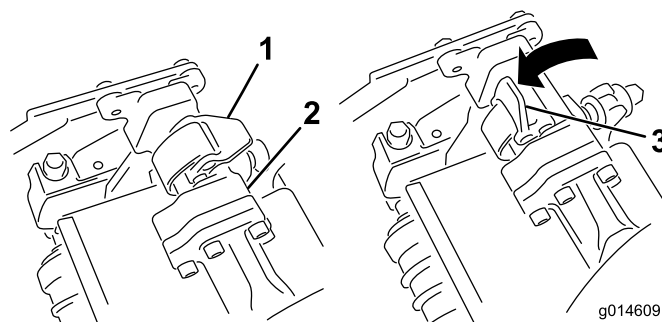
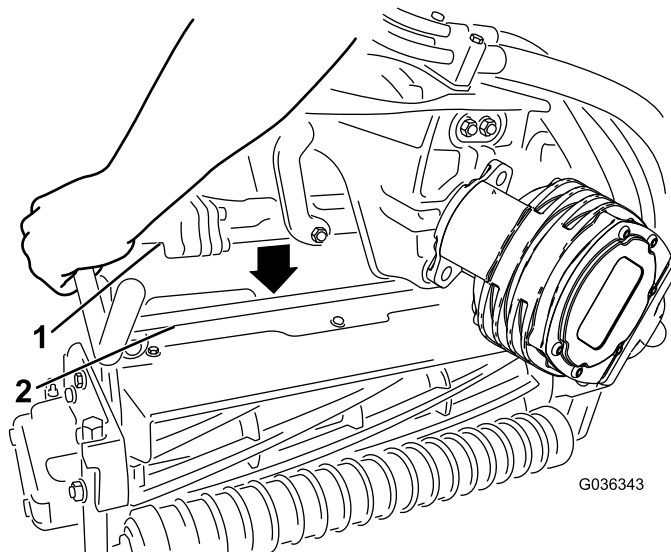

**Рисунок 32**
**Рисунок 33**
4. Когда защелки на штанге рычага подвески направлены вверх (т.е. открыты) (Рисунок 32), нажмите на рычаг подвески, чтобы штанга села на поперечный стержень над режущим блоком (Рисунок 33).
- Опустите защелку и поверните вокруг стержня режущего блока и зафиксируйте их (Рисунок 32).
5. Откройте защелки на штанге рычага подвески демонтируемого режущего блока (Рисунок 32).